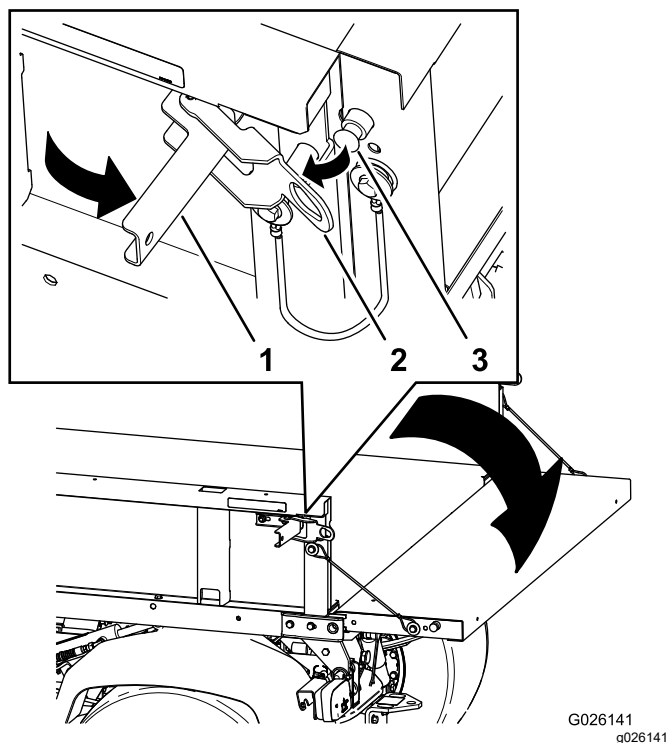

Figura 13
- Abra los enganches de los lados izquierdo y derecho de la caja de carga, y baje el portón trasero (Figura 13).